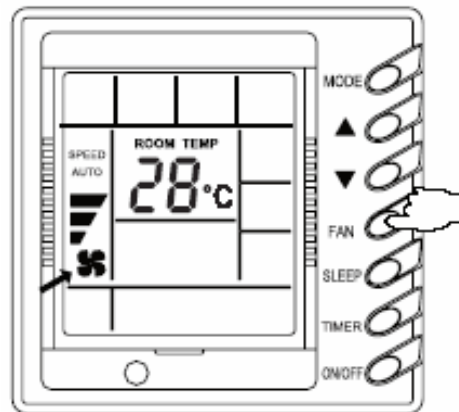

Fig. 20
1.4 Control de velocidad del ventilador (Fig.20)